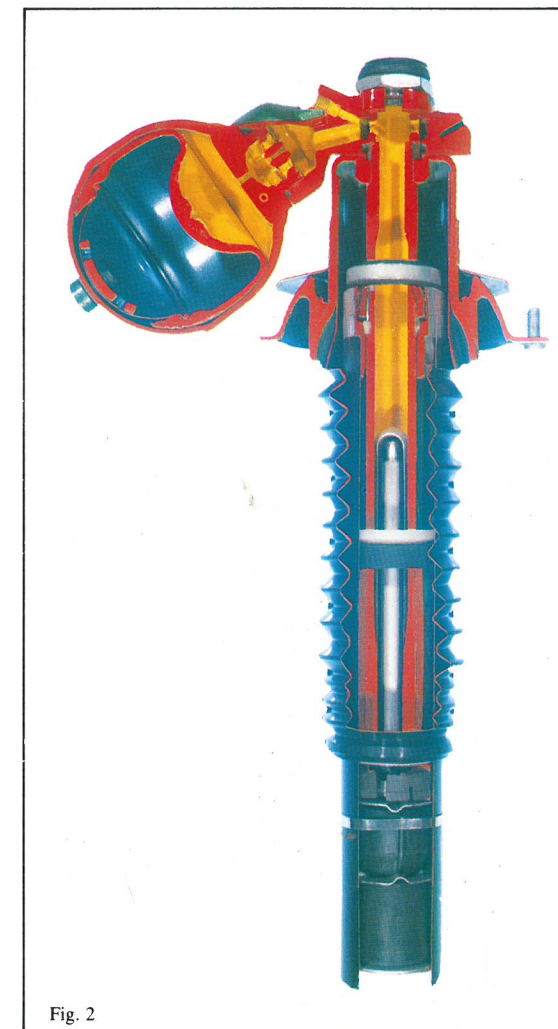

Fig. 2
Les pièces rouges sont solidaires du pivot et le suivent dans ses déplacements verticaux pour ne considérer que ceux-ci. Les pièces vertes solidaires de la caisse la suivent dans ses mouvements. En roulement, les déplacements verticaux de la caisse par rapport au pivot, et inversement, provoquent un coulisement des pièces vertes à l'intérieur des rouges; ce coulisement étant guidé par le palier élastique ⑨ et le guide ⑭ (fig. 2).